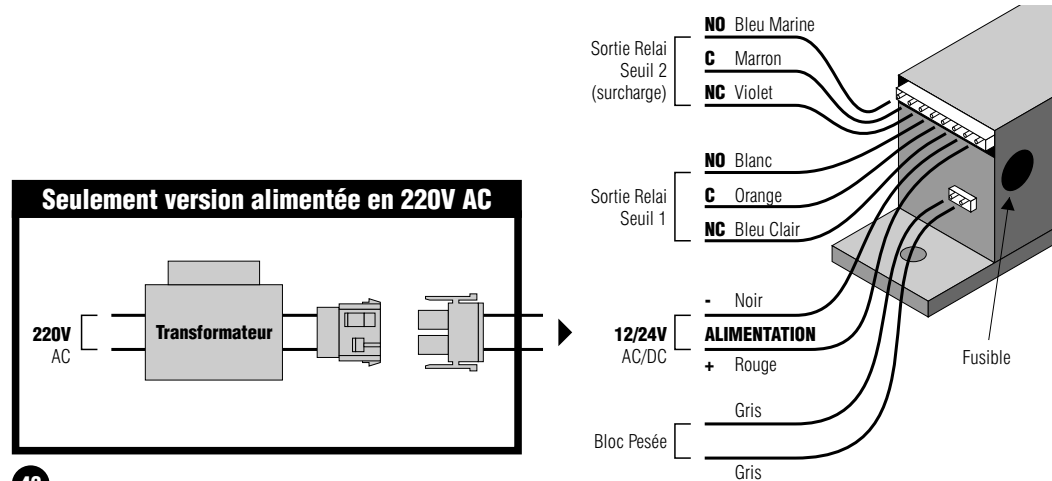

Fig. 8
1. Contrôler que la source d'alimentation corresponde aux caractéristiques indiqués ci-dessus et donc brancher l'alimentation au connecteur "PRINCIPAL" avec la polarité indiquée sur le schéma d'alimentation, sans pour l'instant insérer le connecteur principal (Fig.8).